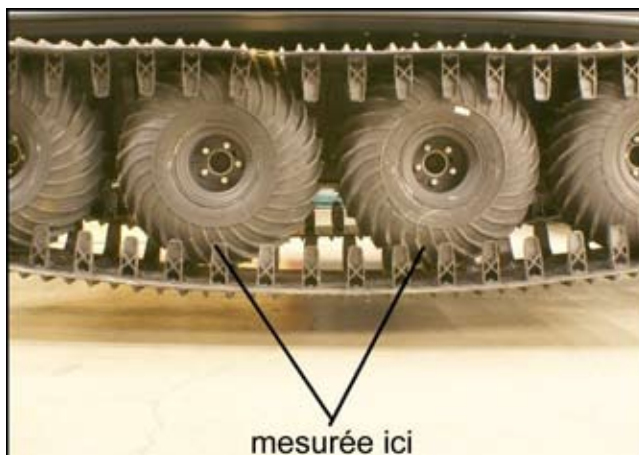

Figure 11-11. Mesurage de l'espace des pneus intermédiaires - Avenger.
12. Regonfler les pneus comme indiqué au tableau. Avec les pneus installés et gonflés selon les directives du tableau, il devrait y avoir une déflexion d'environ 2 à 3 pouces entre le bas du second (ou troisième) pneu et la surface interne de la chenille quand le véhicule est élevé. Figure 11-11 & 11-12 pour Avengers et Figure 11-13 & 11-14 pour Frontiers. Ceci pourrait exiger l'installation d'une prolongation de la chenille ou d'un kit d'articulation supplémentaire. Pour Avengers avec les pneus typiques de 79 à 80 po, la longueur totale de la chenille devrait être de 235 po (y compris les articulations et les prolongations de chenille). Pour Frontiers avec les les pneus typiques de 76 à 77 po, la longueur totale de la chenille devrait être de 189 po épingles épingler. La prolongation peut être aisément enlevée si les roues glissent à l'intérieur de la chenille durant l'usage en hiver. **REMARQUE : Une pression excessive dans les pneus avant et arrière causera un stress sévère sur les essieux, les coussinets et le châssis.**